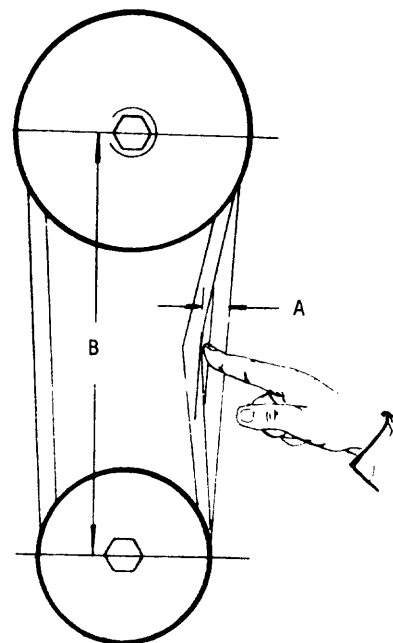

Fig. 1
- c Compruebe la flexión de la correa (fig.1).